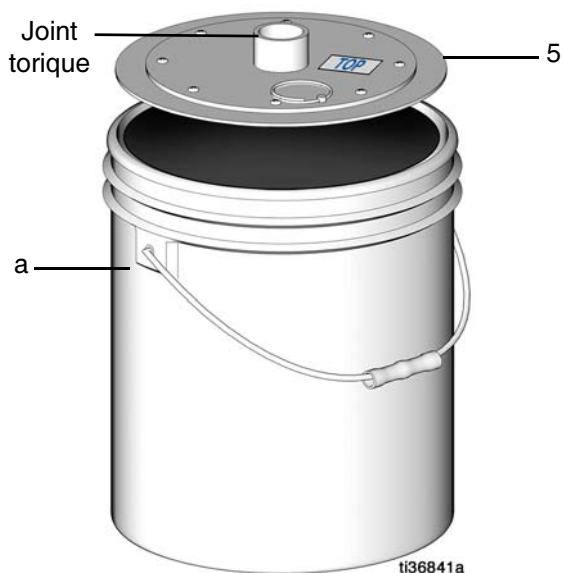

FIG. 5
3. Placer la plaque suiveuse (5), haut vers le haut (étiquette face vers le haut), sur le dessus de la graisse (FIG. 5).
4. Graisser le joint torique au centre de la plaque suiveuse (FIG. 5).
5. Appuyer fermement sur la plaque suiveuse vers le bas dans la graisse pour éliminer toutes les poches d'air (FIG. 5).